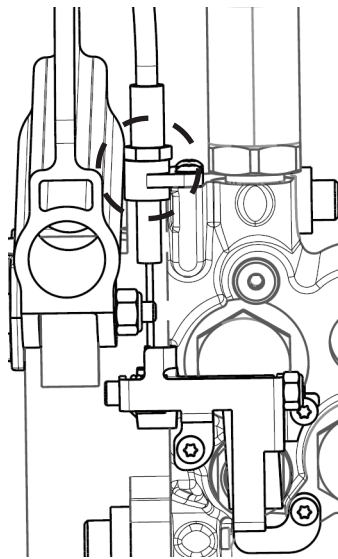

Figure 32 – Le câble affleure le support
6. À l'aide d'une clé mixte de 8 mm, enfiler le câble de déblocage manuel à travers le support jusqu'à ce que le câble affleure le support (Figure 32).